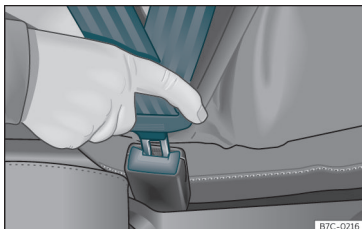

Abb. 9 Schlosszunge des Sicherheitsgurts in das Gurtschloss einstecken.
- Schlosszunge fest in das zum Sitzplatz gehörende Gurtschloss stecken >>> **Abb. 9**.